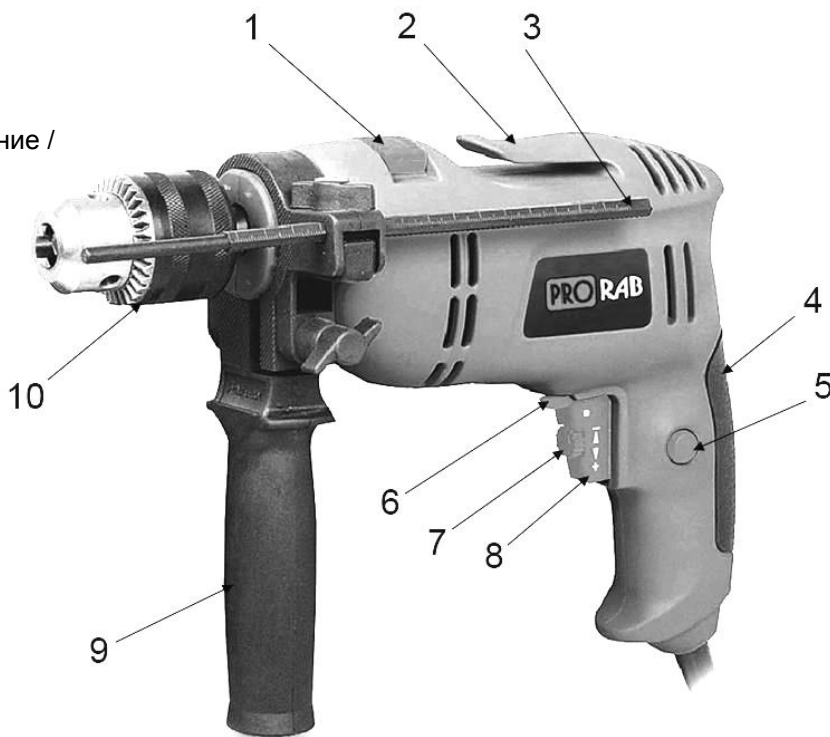

Рис. 1
- Установить необходимое направления вращения. Установите переключатель реверса (6)(См. Рис.1) в нужное направление вращения.
- Установить скорость вращения патрона дрели, поставив регулятор (7)(См. Рис.1) в нужное положение. Как правило, низкую скорость используют для свёрл большого диаметра, а высокую скорость - для меньшего диаметра.
- Вставьте ключ сверлильного патрона хвостовиком в одно из трех отверстий на корпусе патрона (10)(См. Рис.1) и ослабьте затяжку патрона, вращая ключ против часовой стрелки.
- Всегда устанавливайте дополнительную боковую рукоятку (9)(См. Рис.1) в целях безопасности и удобства работы.
- Чтобы включить дрель, нажмите на пусковую клавишу (8)(См. Рис.1). Чем сильнее давить на клавишу, тем больше будет частота вращения.
- Для выключения дрели: отпустите пусковую клавишу (8)(См. Рис.1).
- Если необходим непрерывный режим работы дрели, можно воспользоваться фиксатором пусковой кнопки (5)(См. Рис.1). Для этого при полностью нажатой пусковой клавише (8), нужно нажать кнопку фиксатора (5), после этого отпустить пусковую клавишу и кнопку фиксатора. Дрель будет работать.
- Чтобы выключить дрель, работающую в непрерывном режиме, нужно вновь нажать и отпустить пусковую клавишу (8)(См. Рис.1).
- Пользуясь колесом регулятора (7)(См. Рис.1), встроенным в кнопку пускового выключателя, можно установить требуемую скорость вращения патрона в диапазоне 0 – 3000 об/мин.
- Вы можете установить направление вращения патрона с помощью переключателя реверса (6)(См. Рис.1). Когда реверс (6)(См. Рис.1) находится в положении «вперед», то сверло вращается по часовой стрелке.
- Кнопка фиксации пуска (5)(С. Рис.1) позволяет поддерживать максимальную скорость вращения патрона без необходимости постоянного нажатия на клавишу пускового выключателя (8)(См. Рис.1).
- При нажатой пусковой клавише (8) нажмите кнопку фиксации (5)(См. Рис.1).
- Чтобы снять блокировку, достаточно еще раз нажать на пусковой выключатель (8)(См. Рис.1).
- Используя рукоятку переключателя режимов работы (1)(См. Рис.1) можно установить один из двух режимов работы дрели:
- Чтобы снять патрон (10)(См. Рис.1), раскройте его кулачки с помощью ключа. Удерживайте патрон крепко одной рукой, а другой, с помощью отвертки, отверните фиксирующий винт в патроне